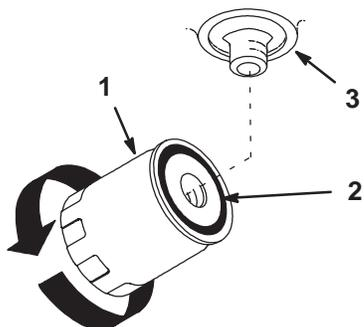

Bild 47
4. Ölen Sie die Gummidichtung am Austauschfilter (Bild 47) leicht mit Hydrauliköl ein.
7. Drehen Sie den Ölfilter nach rechts, bis die Gummidichtung den Filterstutzen berührt. Ziehen Sie den Filter dann um eine weitere 1/2 Umdrehung fester (Bild 47).